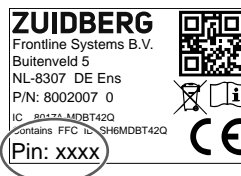

Bild 5
Inställningen av inkopplingsvarvtalet kräver ingen internetuppkoppling eller något konto. En smartphone eller pektdator kan användas med PIN-koden på styrenheten (se bild 5) för att ansluta till styrenheten via Bluetooth. Slå på tändningen på traktorn. När anslutningen är klar följer du stegen nedan:
- Steg 6: ange PIN-koden (se bild 5).